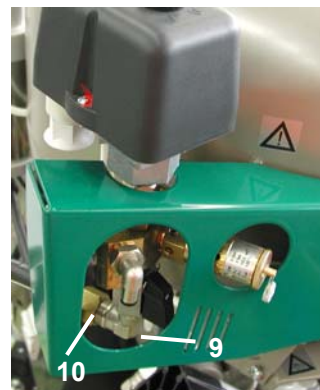

Rys.9
(Rys. 9)
Kabel sterowania odsysacza (24V AC/DC) należy przeprowadzić przez otwór w tylnej części skrzynki (1) (Rys. 9-C2) albo poprzez przewody rurowe w podłodze (11) (Rys. 9-C3), umocować przez zaczepy (2) umieszczone na lewym panelu skrzynki w jego dolnej części i przeprowadzić przez wydrążenie (3) w czołowej części skrzynki (Rys. 9-A). Przed włożeniem kabla do zaczepów należy odchylić materiał dźwiękowo-izolacyjny w (4) w kątach skrzynki, zdjąć obudowę kanału przewodu elektrycznego (5) i obudowę panelu elektrycznego (6). Kabel sterowania odsysacza należy podłączyć do zacisku połączenia płaskiego zgodnie ze schematem elektrycznym, zasunąć go do wydrążenia (3) w czołowej części skrzynki, za materiał dźwiękowo-izolacyjny na boku skrzynki (4) i do kanału przewodu elektrycznego (7) (Rys. 9-B).